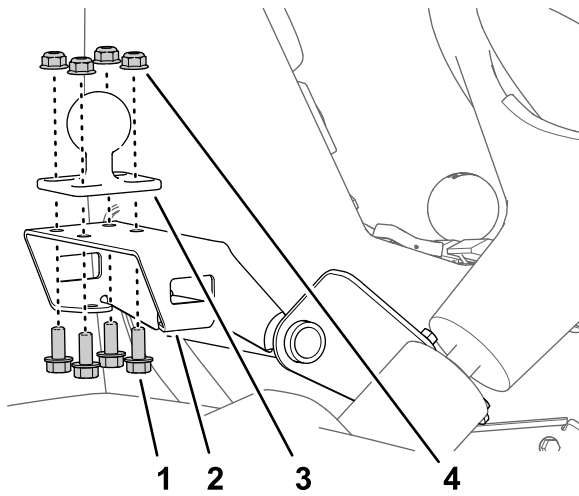

Bild 166
- Montieren Sie die Kugelbefestigung mit den vier Bundkopfschrauben (5/16" x 3/4") und vier Sicherungsbundmüttern (5/16") an der Halterung für die Monitorbefestigung (Bild 166).